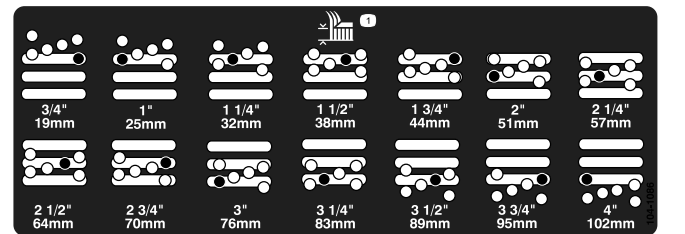

Figura 19
5. Mueva la cámara a la altura deseada e instale un espaciador en el taladro y la ranura de altura de corte deseados (Figura 19)